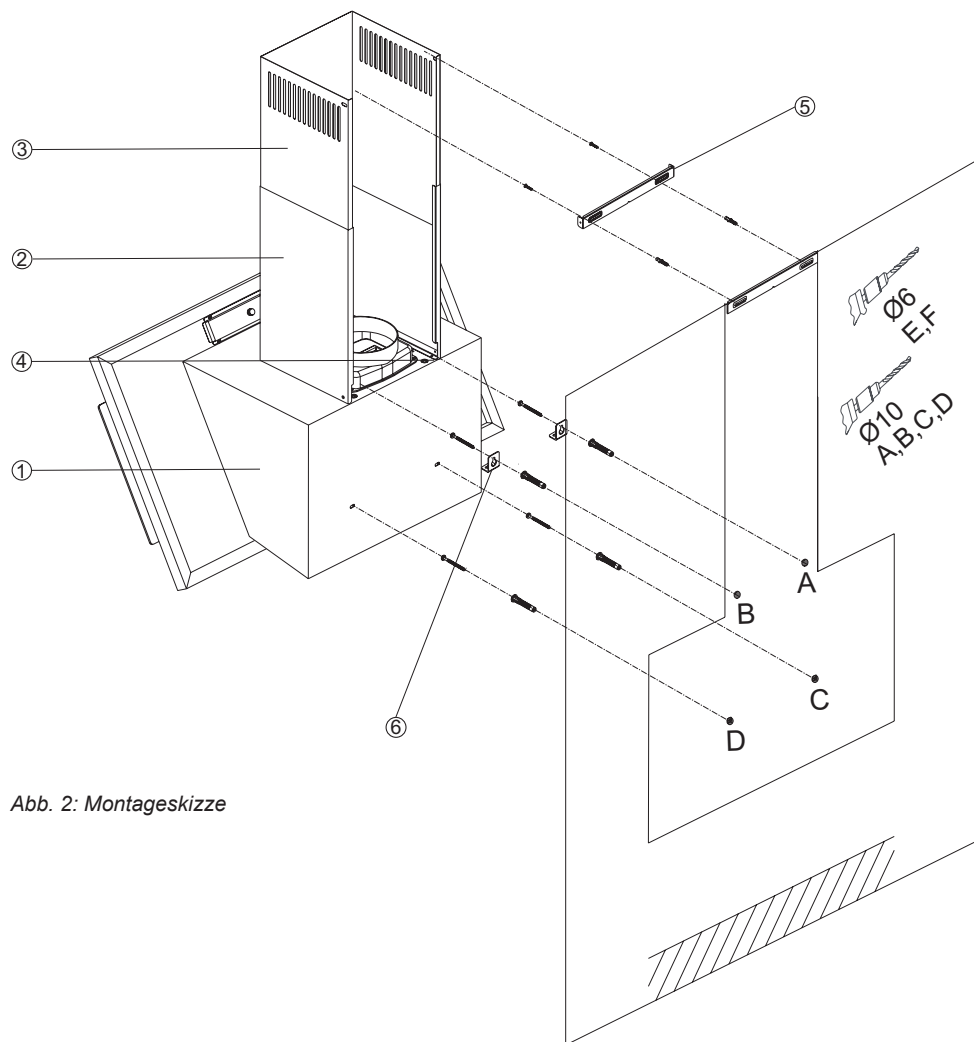

Abb. 2: Montageskizze
Der Elektroanschluss erfolgt an eine Steckdose die hinter dem Grund- oder Teleskopschacht (⇒ Abb. 2) anzubauen ist.
- Löcher der Befestigungspunkte A, B, C und D bohren, Dübel einsetzen und die Schrauben an den Punkten A+B zu $\frac{3}{4}$ eindrehen (⇒ Abb. 2). Die Montagewinkel oben hinten am Haubenkörper mit den 2 Schrauben M5 befestigen (⇒ Abb. 2).
Grund- und Teleskopschacht (⇔ Abb. 2 S.14) werden nun montiert.